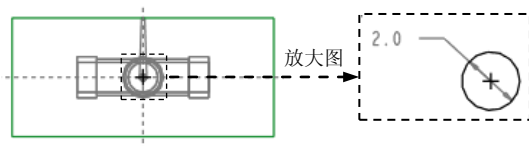

图 15.11 截面草图
(1) 定义草绘属性。右击，从快捷菜单中选择 **定义内部草绘...** 命令。草绘平面为 MOLD_RIGHT，草绘平面的参考平面为 MOLD_FRONT 基准平面，草绘平面的参考方位为 **左**。单击 **草绘** 按钮，至此系统进入截面草绘环境。
(2) 进入截面草绘环境后，绘制图 15.11 所示的截面草图。完成特征截面的绘制后，单击“草绘”操控板中的“确定”按钮